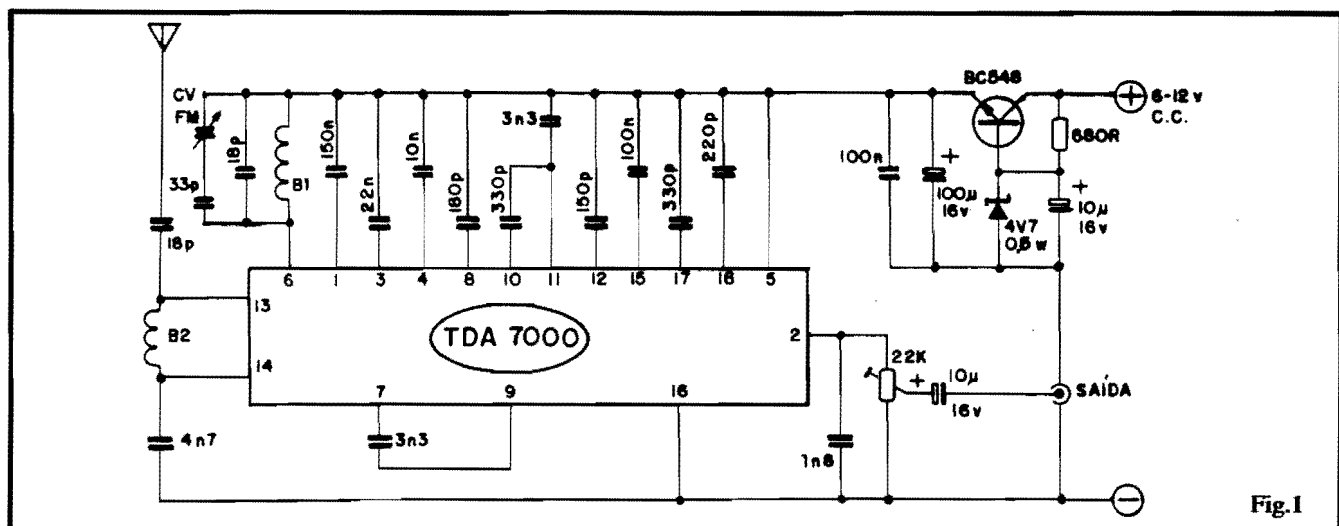

Fig.1
- FIG. 1 - Diagrama esquemático do circuito. A configuração geral é extremamente simples (graças à presença "central" do TDA7000, conforme já explicado...): apenas duas bobinas (B1 e B2) que o Leitor realizará facilmente, sendo uma para o amplificador interno de RF (B2) e outra para o oscilador interno e conjugação com o conjunto externo de sintonia (B1). A sintonia é feita por capacitor variável mini, específico para a faixa de FM. O "resto" é formado por uma série de capacitores de boa qualidade (a maioria do tipo **plate**, mais alguns de poliéster...), cujos valores, de acordo com as tabelas e gráficos fornecidos pelo